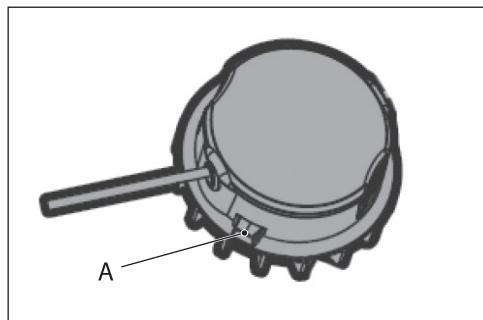

Рис. 3
Нажмите и отпустите кнопку ручной подачи лески (A), одновременно потяните за два конца лески, до тех пор пока они не достигнут ножа для обрезки лески (рис. 3).